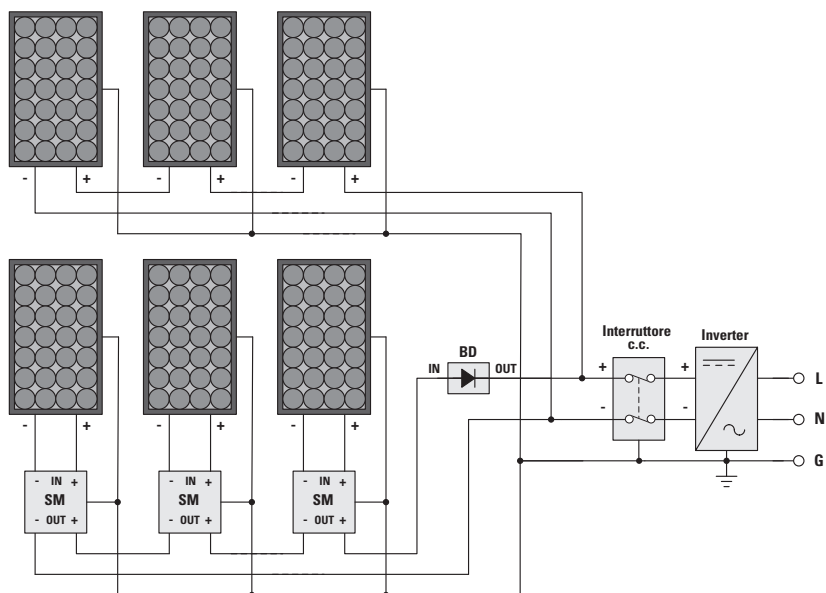

Fig. 9. Schema di cablaggio semplificato di impianto FV, con ottimizzatori SolarMagic e diodo di blocco
Per semplificare l'installazione, gli ottimizzatori di potenza SolarMagic (SM) relativi alla stringa o alle stringhe devono essere fissati al supporto e pre-cablati prima dell'installazione dei pannelli FV (**Fig. 9**). Gli ottimizzatori di potenza sono collegati in serie con l'uscita positiva dell'ottimizzatore più positivo, collegato a sua volta all'entrata del diodo di blocco (BD). La funzione e le istruzioni di installazione del diodo di blocco sono trattate in un capitolo successivo. L'uscita del diodo di blocco si collega a una scatola combinatrice multi-stringa o all'interruttore di c.c.; l'interruttore può essere incorporato nell'inverter. Analogamente, l'uscita negativa dell'ottimizzatore di potenza più negativo è la linea di ritorno all'entrata negativa di una scatola combinatrice multi-stringa o all'interruttore di c.c.
Vedere la **Fig. 9** per il corretto posizionamento del diodo di blocco (BD).